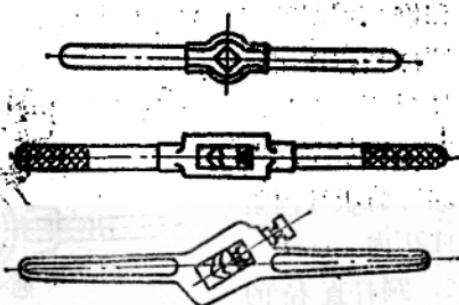

图 9-9 普通绞杠
(2) 绞杠是传递扭矩和夹持丝锥的工具，有普通绞杠和丁字绞杠两类，如图 9-9 和图 9-10 所示。